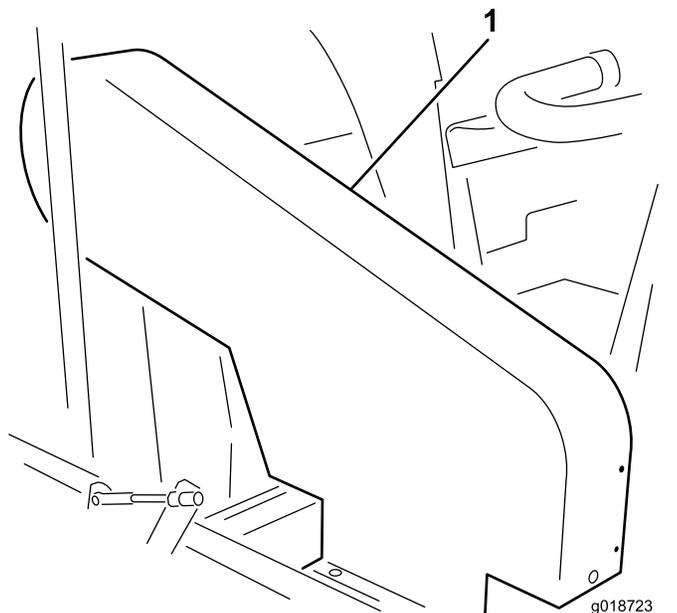

图 19
注意 检查皮带张紧力无需卸下上皮带防护罩图 19。如果要拆下皮带防护罩请卸下将防护罩固定至机架的 4 个螺栓、垫圈和螺母。不要在未安装防护罩时操作机器。
使用 1822N 的力按压叶轮与离合皮带轮之间的皮带中间位置检查皮带的张紧力。皮带应下压 1.3cm。如果下压不正确请参阅 调节叶轮传动皮带 \(页码 19\)。如果下压正确请继续正常操作 图 19。
使用 1822N 的力按压中间动轴与离合皮带轮之间的皮带中间位置检查皮带的张紧力。皮带应下压 6mm。如果下压不正确请参阅 调节中间动轴皮带 \(页码 19\)。如果下压正确请继续正常操作 图 19。
1. 卸下将上防护罩固定到机架的 4 个螺栓、垫圈和螺母 图 19。